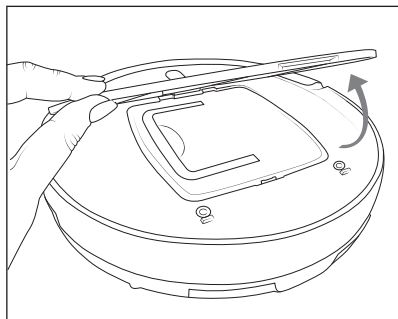

Fig. 5
- 1) Retirer le couvercle **13** du bac à poussière **12** et le sortir de l'appareil par l'anse (voir fig. 5 et 6).